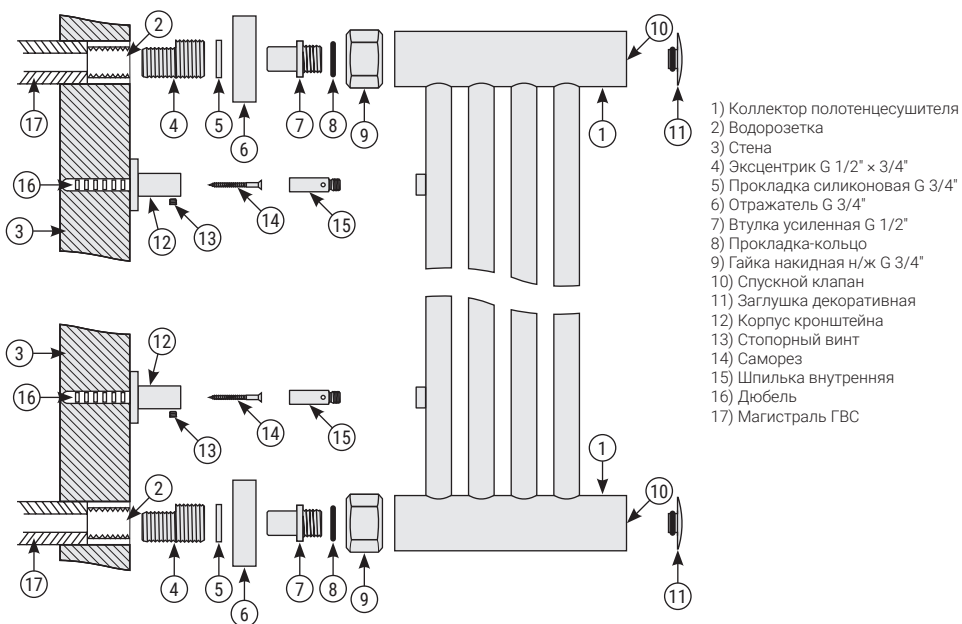

Рис.1
**ВНИМАНИЕ!** Узел 7, 8, 9 (рис. 1) в сборе, прошел проверку на герметичность.
5.1. Сборку и установку изделия производить согласно схеме (рис. 1).
5.7. Для герметизации резьбовых соединений производитель комплектует изделие прокладками собственного изготовления (п. 3.6, п. 3.7 и рис. 1 «5», «8»).